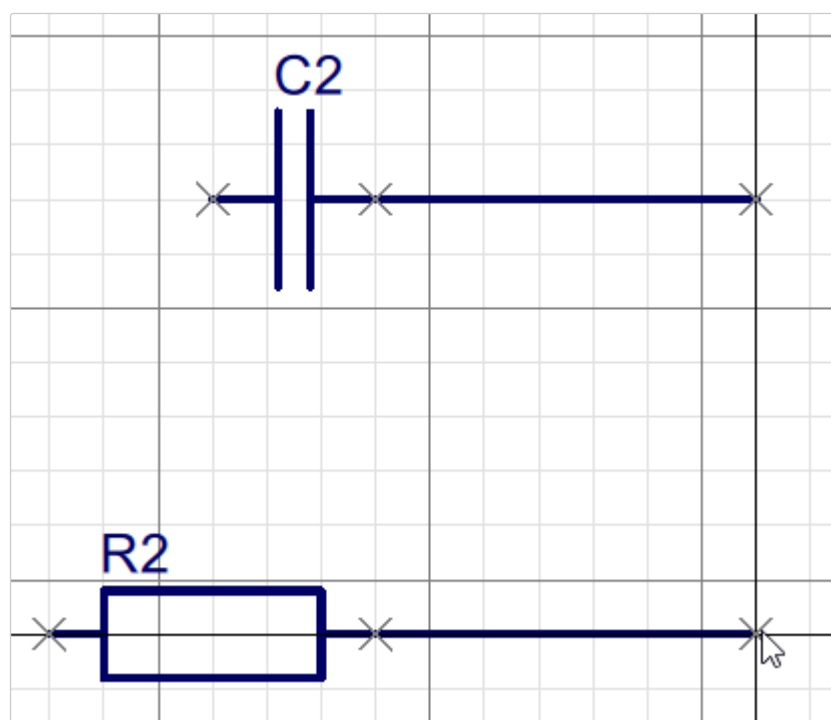

Рисунок 135. Вставка копированных/вырезанных объектов
- 4) Нажать сочетание клавиш **Ctrl** + **V** или вызвать команду меню «Редактирование» → «Вставить». Вставляемые объекты будут привязаны к курсору мыши в точке ближайшего вывода на момент копирования/вырезки (см. рисунок 135).